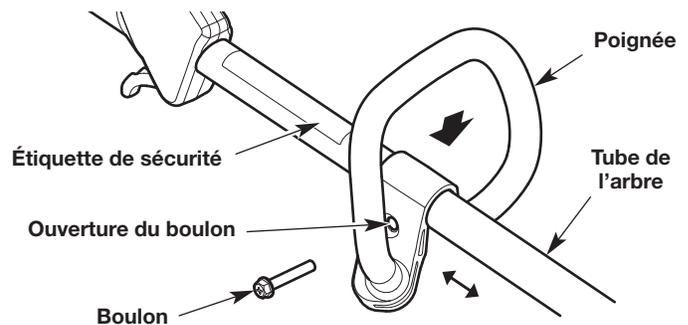

Fig. 3
1. Poussez la poignée sur le tube de l'arbre (Fig. 3). Assurez-vous que les ouvertures du boulon font face vers la droite (Fig. 3).
2. Insérez le boulon dans son trou et poussez-le à travers (Fig. 3). Serrer le boulon avec un tournevis à tête plate, mais ne pas serrer le boulon complètement.
3. Tenez l'appareil en position de fonctionnement (Fig. 11) et déplacez la poignée à un endroit confortable (Fig. 3). S'assurer que la poignée est placée au-delà de l'extrémité de l'étiquette de sécurité (Fig. 3).
1. Desserrer le boulon avec un tournevis à tête plate (Fig. 3).
2. Tenez l'appareil en position de fonctionnement (Fig. 11) et déplacez la poignée à un endroit confortable (Fig. 3). S'assurer que la poignée est placée au-delà de l'extrémité de l'étiquette de sécurité (Fig. 3).